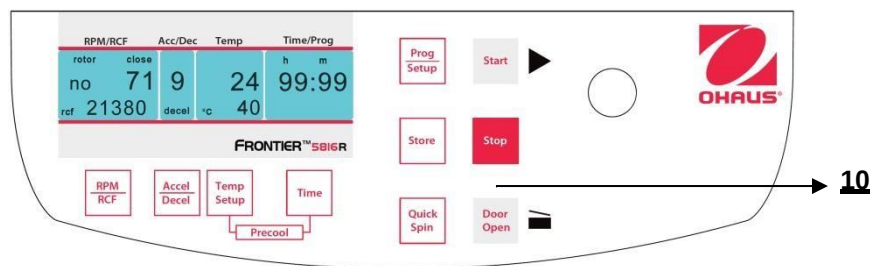

Figura 27
Mediante il tasto **"Stop"** (10) (Vedere figura 27) è possibile interrompere il ciclo in ogni momento. Dopo aver premuto il tasto, la centrifuga decelererà all'intensità preselezionata fino a che non si arresta.